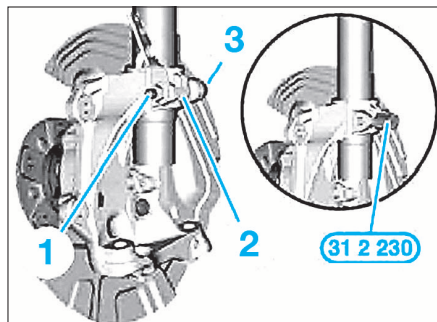

FIG. 19
OUTILLAGE SPÉCIFIQUE (FIG.19 À 22)
- Déposer l'écrou (1) et enlever le support (2) (Fig.19).